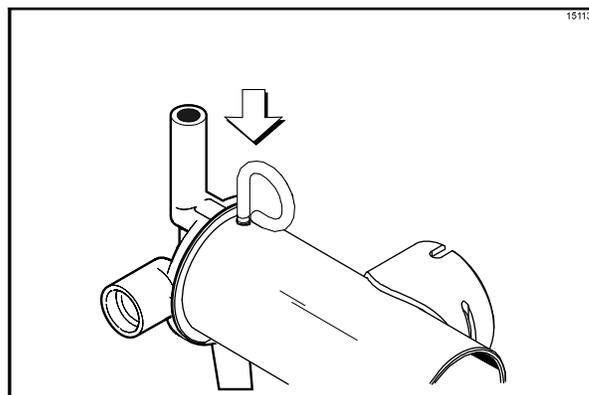

図151
9. ポンプシリンダー先端の穴に、リテイニングピンを通し、各パーツを固定します(図151を参照)。